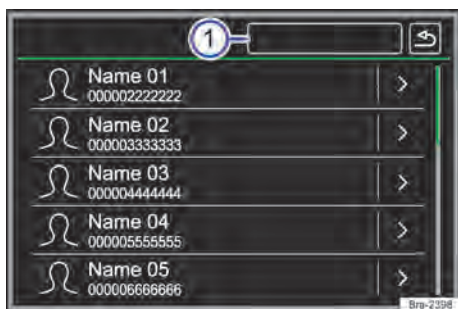

Fig. 159 Menu Contatos (agenda telefônica).
Selecionar contato da lista	Tocar na área de função  → Fig. 159 ① para abrir a máscara de procura. Inserir nomes desejados na máscara de procura → Fig. 160. Com cada inserção ►
Tocar na superfície de função  → Fig. 159 ao lado da entrada na lista de contato. Na vista detalhada, são exibidos todos os números de telefone e, se for o caso, dados de endereço, que estão salvos para este contato.